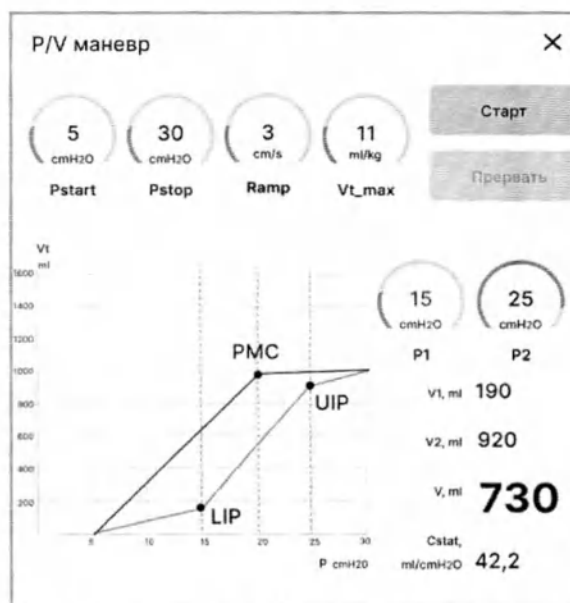

Рисунок 9.18 – Окно процедуры «P/V маневр»
- 3 Проконтролируйте на дисплее появления окна управления процедурой (см. рисунок 9.18).